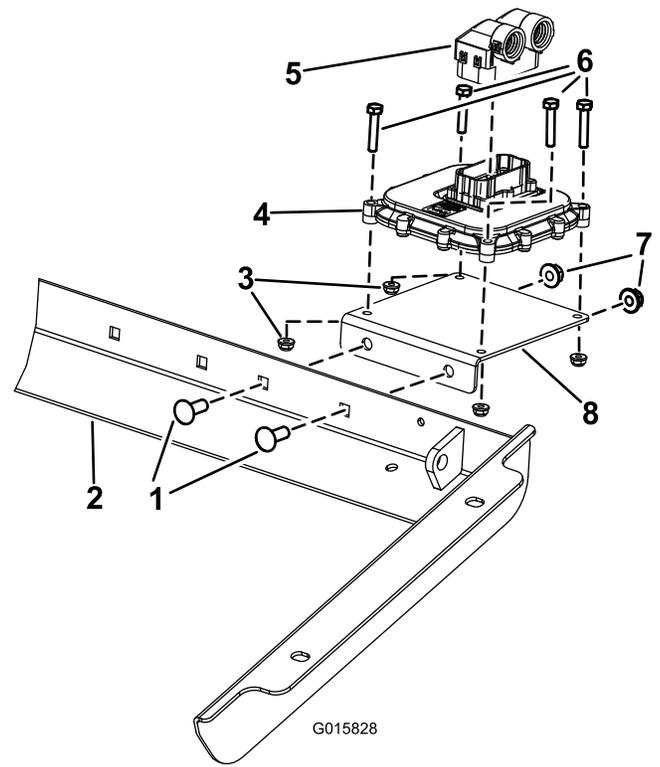

Figura 2
2. Sujete el controlador al soporte del controlador usando 4 pernos y 4 tuercas, según se muestra en Figura 2.
3. Introduzca y sujete el conector del arnés de cables en el controlador, según se muestra en Figura 2.
1. Monte el soporte del controlador en el bastidor usando dos pernos de cuello cuadrado y 2 tuercas con arandela prensada (Figura 2).